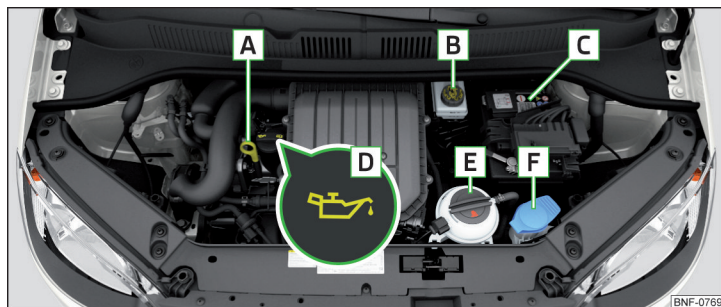

Fig. 137 Exemplu de amplasare în compartimentul motor
- Deșurubați capacul orificiului de umplere cu ulei **D** » fig. 137 la pagina 127.